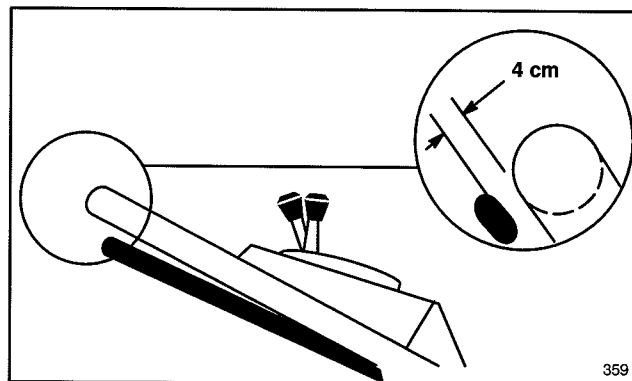

Figure 18
2. VERIFICATION DU REGLAGE—Tirez lentement la tondeuse en arrière en serrant progressivement la barre de commande sur le guidon. Le réglage est satisfaisant quand les roues arrière s'arrêtent de tourner et que la barre de commande est à environ 4 cm (1 1/2 po.) du guidon (Fig. 18).